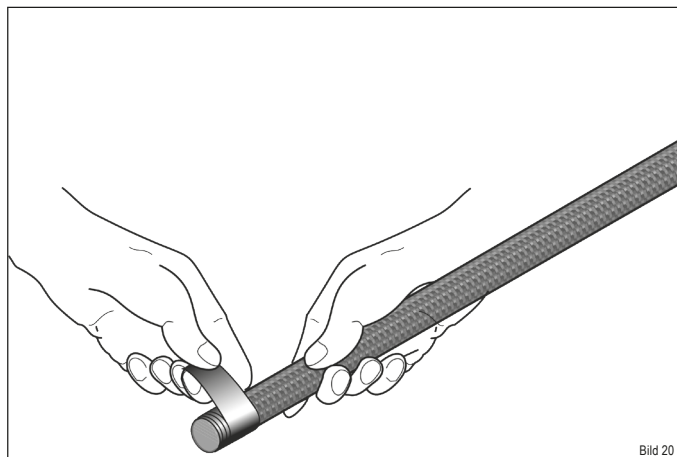

Bild 20
- ▶ Umwickeln Sie die neue Dichtung mit dem Kupferband an einer Seite mit ca. 3 cm Länge (Bild 20).
- ▶ Umwickeln Sie das Ende auch mit Kupferband (Bild 20) und drücken Sie die Dichtung in die Führung rein (Bild 24).